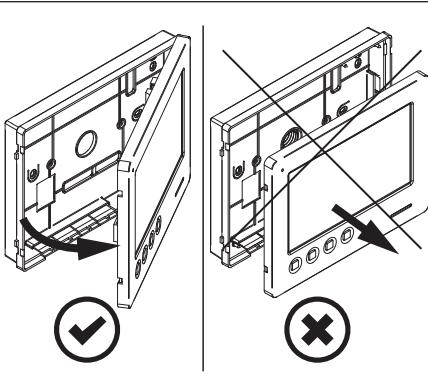

Fig. 2
- Tirare verso l'esterno la parte sinistra del coperchio come mostrato in **Fig. 2**. **Non tirare il coperchio in direzione dritta.**